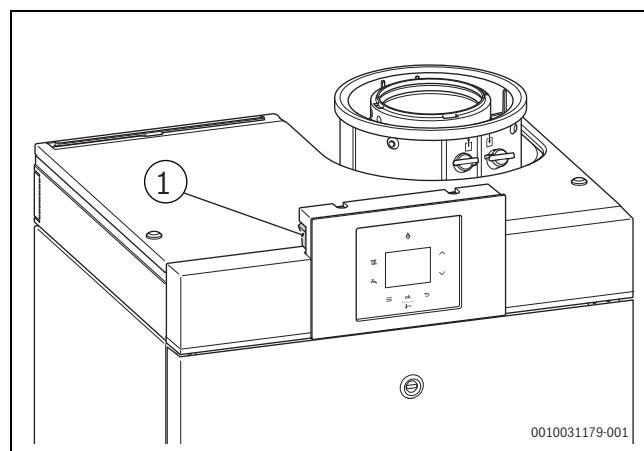

Fig. 5 Interruptor Lig/Des
- ▶ Desligue o dispositivo com o interruptor Lig/Des (→ Fig. 5, página 5).